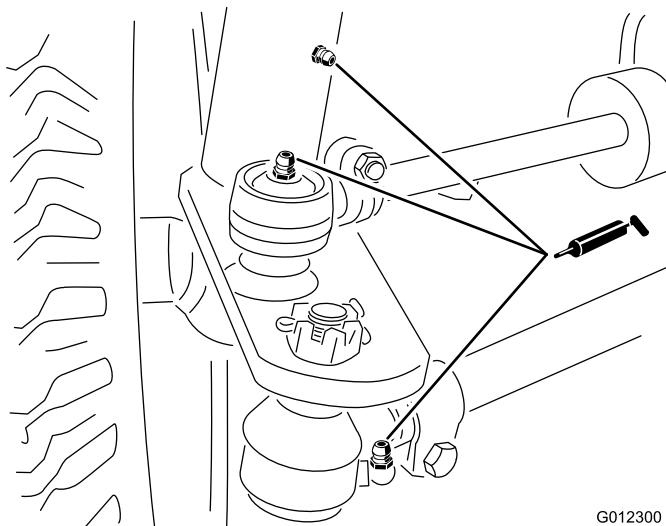

Figure 26
- Pivot d'essieu arrière (6) (Figure 26)